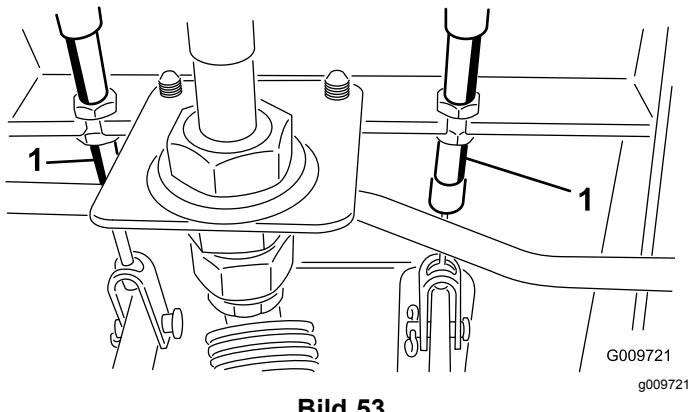

Bild 53
- A. Lockern Sie die vordere Mutter an der Gewindeseite des Bremszuges (Bild 53).